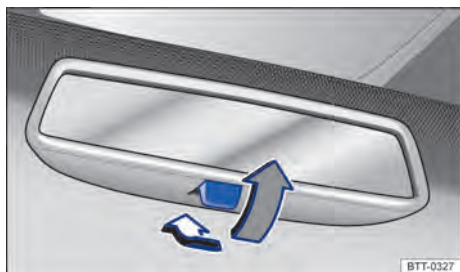

Fig. 79 No para-brisa: espelho retrovisor interno com antiofusco manual.
- Posição noite: puxar a alavanca → Fig. 79 (seta cinza), para evitar o ofuscamento dos faróis dos veículos que trafegam atrás.